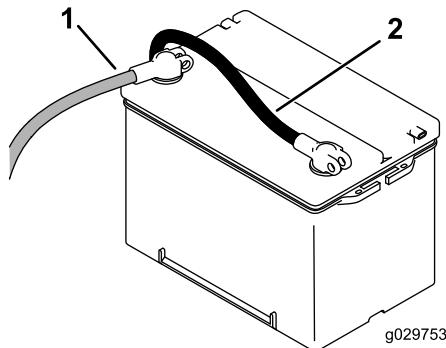

Рисунок 50
- Чтобы отключить электропитание от машины, поверните выключатель массы аккумуляторной батареи против часовой стрелки в положение «Выкл.» (OFF) (Рисунок 50).
- Подсоедините положительный кабель (красный) к положительной клемме (+), а затем отрицательный кабель (черный) – к отрицательной (-) клемме аккумуляторной батареи (Рисунок 50).